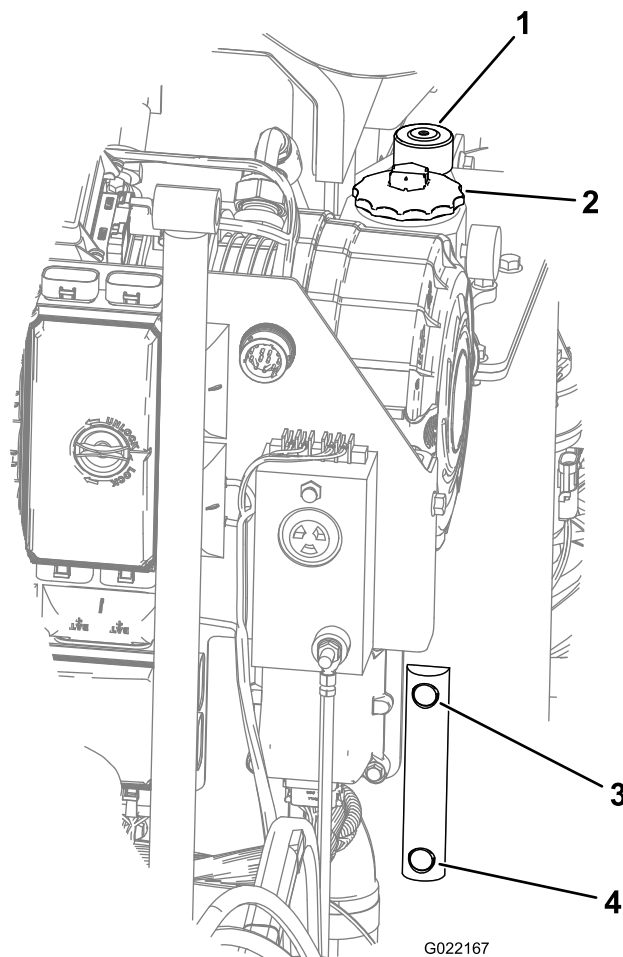

Figura 146
3. Verifique o nível de óleo no visor de nível do reservatório hidráulico (Figura 146).
4. Se o nível estiver baixo, abra a tampa do reservatório de fluido hidráulico e adicione o fluido adequado até atingir a posição Max (Full) no visor de nível (Figura 146).